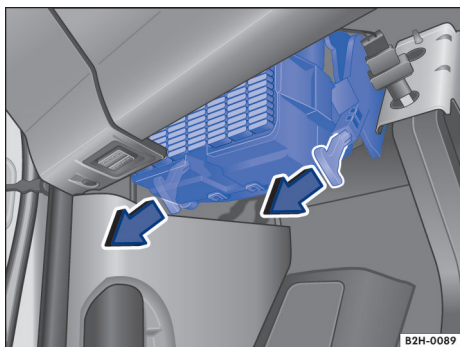

Fig. 159 Caixa de fusíveis abaixo do painel de instrumentos.
- Para destravar a caixa de fusíveis, puxar a alavanca de travamento para baixo, na direção da seta → Fig. 159.